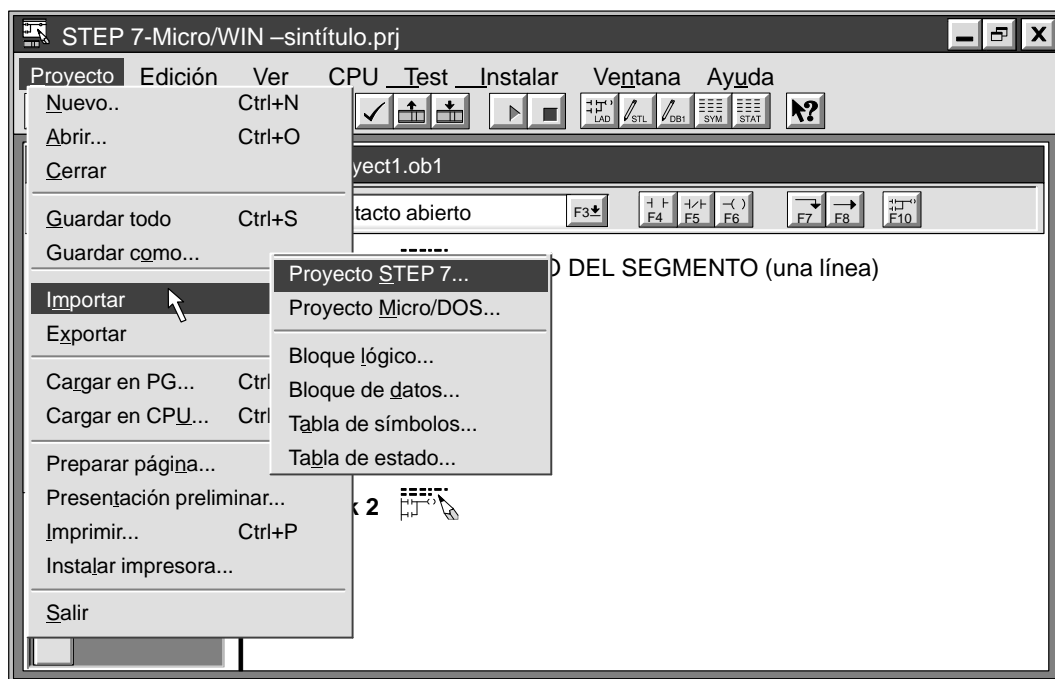

Figura E-1 Abrir un proyecto de STEP 7 desde STEP 7-Micro/WIN
2. Elija los comandos de menú **Proyecto ► Importar ► Proyecto STEP 7** como muestra la figura E-1.
El programa de usuario y los demás componentes (bloque de datos, tabla de estado y tabla de símbolos) se abrirán en el proyecto de STEP 7-Micro/WIN (v. fig. E-1).